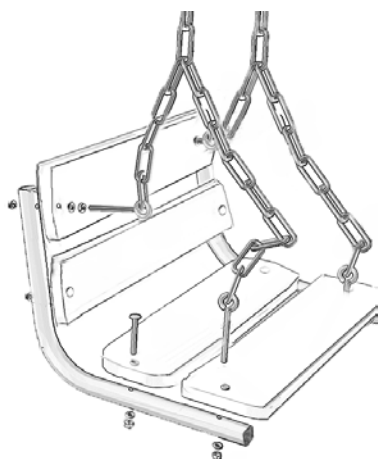

Рис.9
5.4. Сборка створа ворот представлена на рис. 9.
6. Выполните разметку под фундамент согласно схеме (рис. 9) и выройте ямы глубиной не менее 45 см. Установите Комплекс при помощи строительного уровня и осуществите бетонирование.